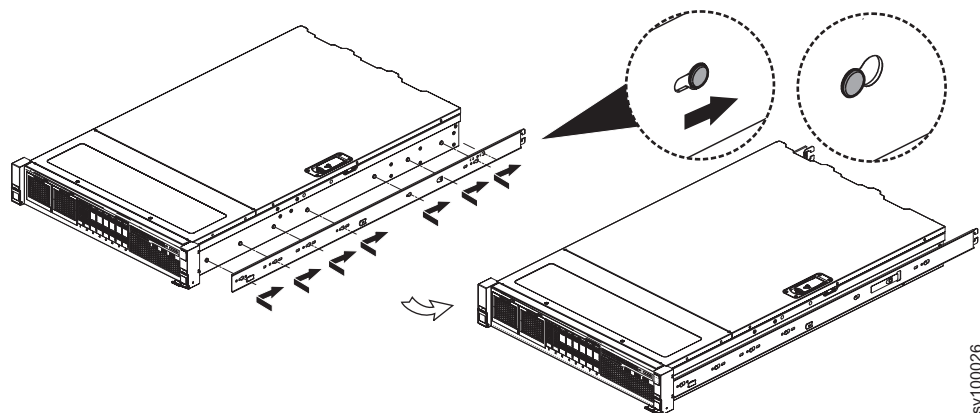

图 23. 将内部导轨部分连接到机箱
4. 将导轨的内部部分安装到机箱上。 无需螺钉。将内部导轨部分中的孔放在设备一侧的引脚头上，然后将导轨朝着设备后部滑动以锁定，如图 23 中所示。